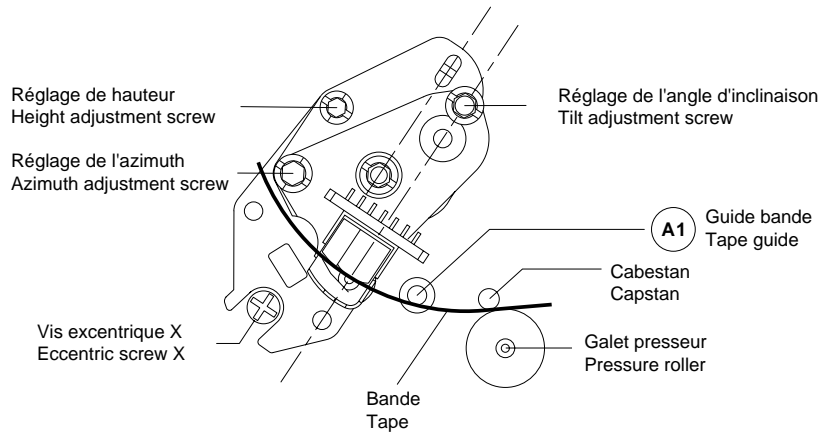

Fig. 25
- A l'aide de la vis de réglage de l'angle d'inclinaison (Fig. 25) bien ajuster le bord inférieur de la bande au ras de l'épaulement inférieur du guide-bande "A1" (la bande ne doit pas être en appui sur son bord inférieur).
- A l'aide de la vis de réglage de hauteur régler la tension de sortie au maximum (Fig. 25).
- A l'aide de la vis de réglage d'azimut régler la tension de sortie au maximum (Fig. 25).
- A l'aide de la vis excentrique X (Fig. 25) régler le signal de suivi de piste "TRIV" au maximum (couplage DC).
- By means of the tilt adjustment screw (Fig. 25) move the tape until the lower edge just touches the tape guide "A1" (the lower edge of the tape must not bend).
- Adjust for maximum output voltage with the height adjustment screw (Fig. 25).
- Adjust to maximum output voltage with the azimuth adjustment screw (Fig. 25).
- With the eccentric screw X (Fig. 25) adjust the "TRIV" tracking signal to maximum voltage (DC-coupling).